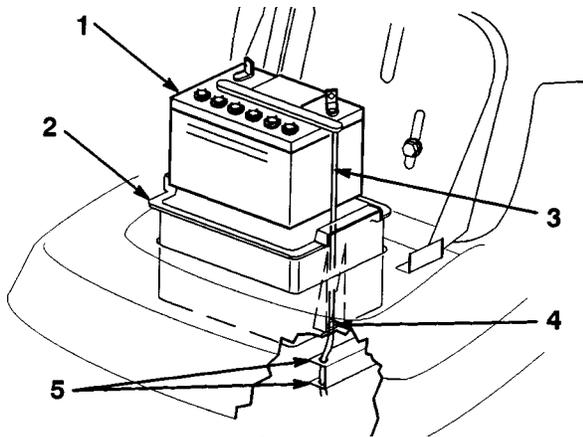

Bild 22
5. Batteriekasten, Batterie und das lange Belüftungsrohr aus dem Fahrzeug entfernen (Bild 22).
1. Die Batterie in den Kasten einführen und das Belüftungsrohr durch das U-Profil und das Langloch im Kastenboden schieben (Bild 22).
WICHTIG: In die Öffnung blicken, in die der Batteriekasten paßt. Das Loch im Ende des rechten Rahmenträgers (Bild 22) ausfindig machen. Das Belüftungsrohr immer durch dieses Loch führen, um einer Korrosion von Traktor und Mähwerk durch Batteriesäure vorzubeugen.
- Batterie und -kasten in der Maschine installieren (Bild 22). Sicherstellen, daß das Ende des Belüftungsrohrs durch das Loch im Rahmen geführt wird (Bild 22).